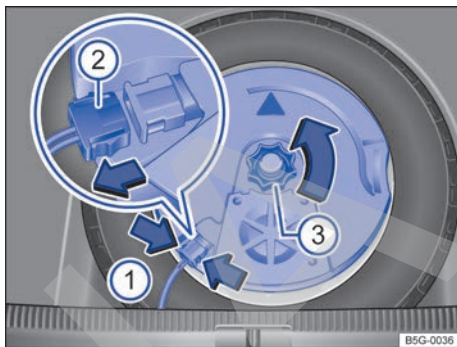

Fig. 125 En el maletero: desmontar el subwoofer (variante 1).
- Para desbloquear el conector → fig. 125 (2), comprima las pestañas de encastre → fig. 125 (flechas (1)).
- Desacople el conector (2) y deje el cable a un lado.
- Desenrosque la ruedecilla (3) en el sentido contrario al de las agujas del reloj (flecha).
- Acople el conector → fig. 125 ② hasta que encastre de forma audible.
- Enrosque la ruedecilla ③ en el tornillo prisionero en el sentido contrario al de la flecha hasta que el subwoofer quede bien fijado.